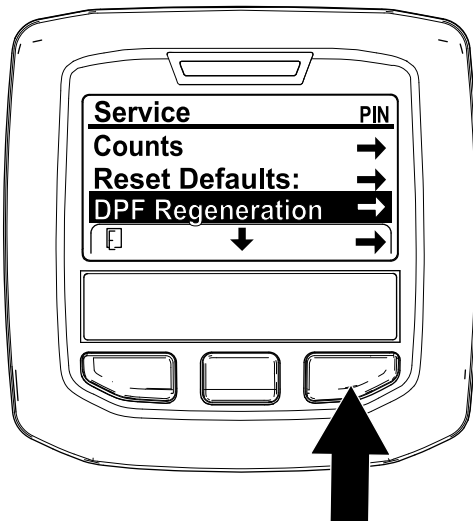

Figure 37
- Dans le menu Entretien, utilisez le bouton central pour naviguer jusqu'à l'option DPF REGENERATION (régénération du FAP) (Figure 37).
- Appuyez sur le bouton droit pour sélectionner l'option DPF Regeneration (Figure 37).